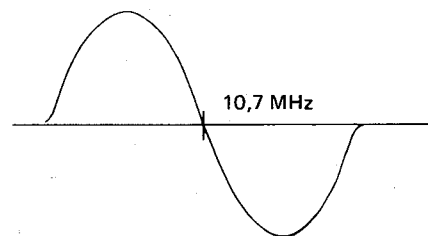

Abb. 5
- 7) Den TA01-Kern drehen, um die S-Kurve einzustellen. Die Wellenformen so einstellen, daß sie wie in Abb. 5 gezeigt, vertikal symmetrisch und linear kontrolliert sind.